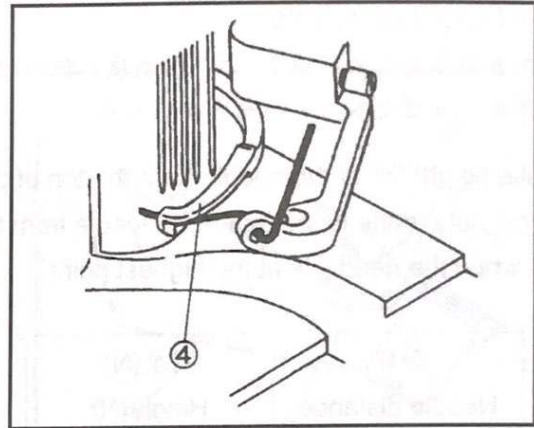

Fig.45
當大的上勾針④勾到小勾針上的線時(Fig.45)，網線
the top cover thread hook④ (Fig. 45), the thread